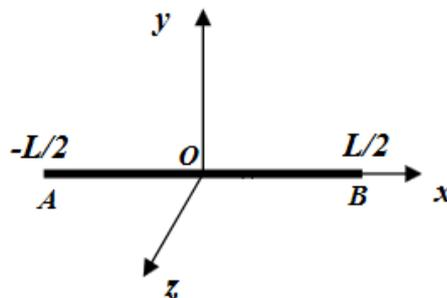

Figure III.19
Exercice 02. Soit une barre (AB) homogène de longueur L, de milieu O, portée par l'axe Ox. (Figure III.19).